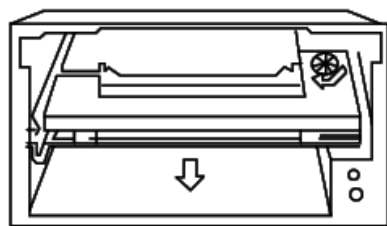
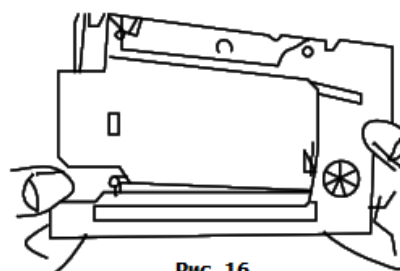

Рис. 15
Рис. 16
- (B) Нажмите вниз на печатающую головку и плату см. рис. 15, затем аккуратно нажмите на левую сторону картриджа – правая его сторона должна отщелкнуться, поднимите левую сторону картриджа и снимите его см. рис. 16.
- (C) Новый картридж следует устанавливать, соблюдая обратную последовательность.